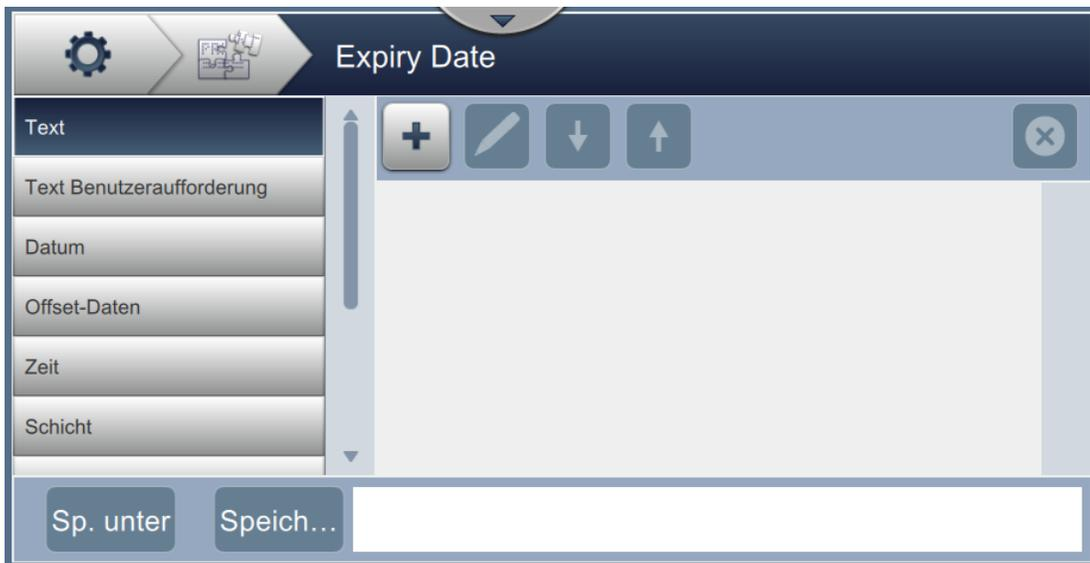

Abbildung 6-8: Editor für benutzerdefinierte Referenzen.
4. Der Bildschirm „Editor für benutzerdefinierte Referenzen“ erscheint wie dargestellt in Abbildung 6-8.